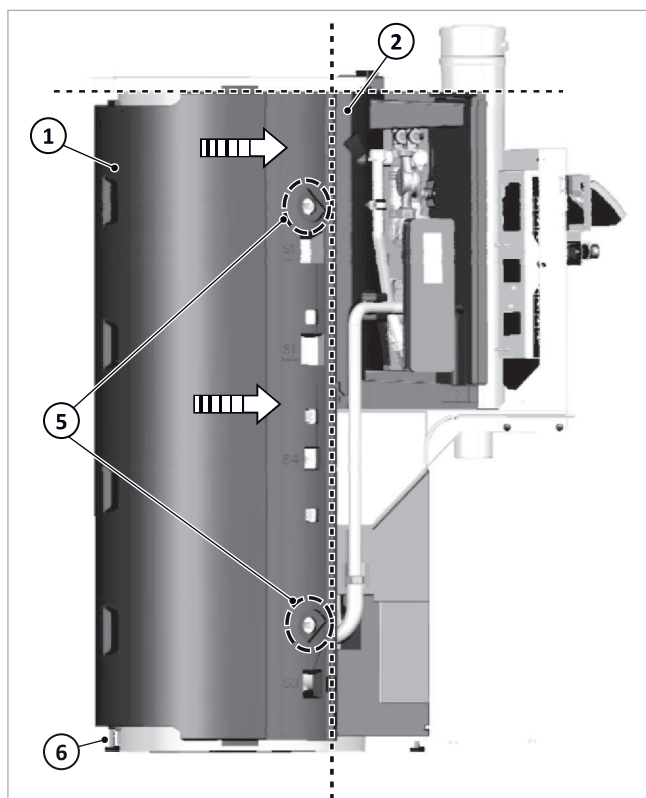

Fig. 16: Posizionamento dell'isolamento posteriore del contenitore
3. Per mezzo di un disco angolato (3) e di una vite (4) fissare l'isolamento al contenitore nella parte superiore ed inferiore → Fig. 16 (5).
- chiusura diritta superiore dell'isolamento posteriore del contenitore → Fig. 16 (1) con l'isolamento delle stazioni (2)
- a livello in direzione perpendicolare rispetto all'isolamento delle stazioni → Fig. 16 (2) e all'isolamento della flangia.
6. Estrarre il piede → Fig. 16(6) fino alla base.